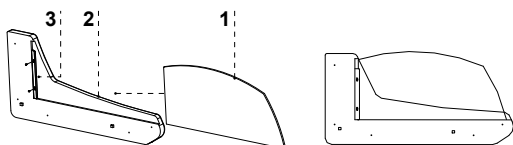

Abb.5 Einbau/ Ausbau der Glasseite
2. Glasseiten einbauen Abb.5/1 (S.31)